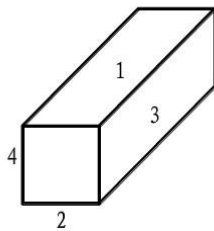

图 1-4
4、利用第三面做基准面，放置在划线平板上进行划线，划出第四面加工线，并对第四面进行加工，如图 1-4 所示。